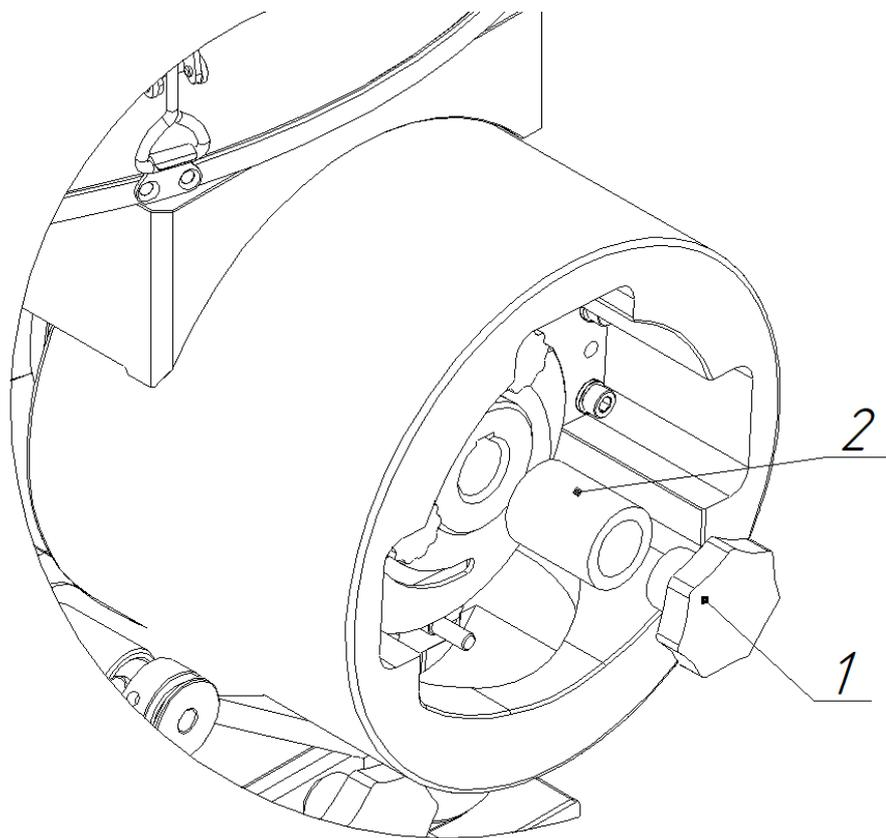

Рис. 6.
4.7 . Снятие/установка формующего узла. (Рис.6)